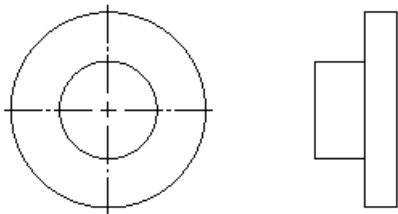

图 8-34 单击以放置视图
- (5) 当视图位于所需的位置时，单击以放置视图，如图 8-34 所示。